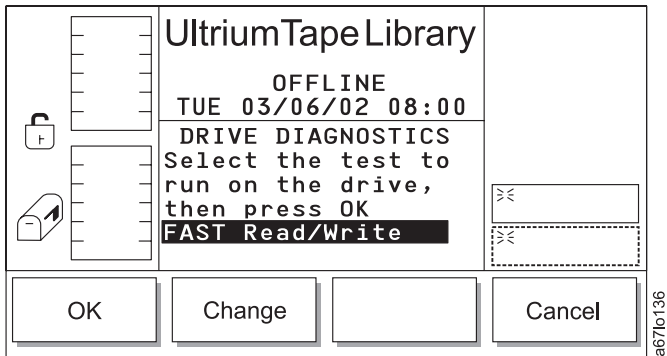

Abbildung 192. Diagnosedialog
- Wird **Diags** ausgewählt, erscheint der Diagnosedialog (siehe Abb. 192 auf Seite 205).
Tabelle 141. Übersetzung von Abb. 192, Diagnosedialog